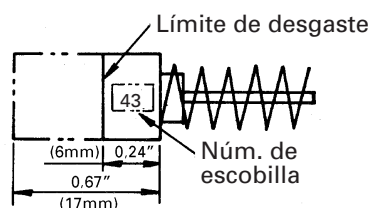

Fig. 17
2. Inspección de la escobillas (Fig. 17)
**NOTA:** Utilice las escobillas HITACHI Núm. 43 indicadas en la Fig. 17.